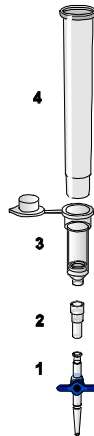

Abbildung 1. Zusammenbau der Komponenten des QIAamp DSP Virus Kit für die Vakuumverarbeitung von Proben
Stellen Sie sicher, dass die Säulenerweiterung (EXT), die QIAamp MinElute Säule, der VacConnector (VC) und das VacValve korrekt installiert sind (siehe Abbildung 1).
5. Zentrifugieren Sie das Lyseröhrchen (LT) ≥ 5 Sekunden lang bei voller Drehzahl, um Tropfen von der Unterseite des Deckels zu entfernen.
6. Wechseln Sie die Handschuhe und öffnen Sie das Lyseröhrchen (LT) vorsichtig.
7. Geben Sie 600 µl Ethanol (96–100 %) in das Lyseröhrchen (LT) und schließen Sie dann den Deckel des Röhrchens. Mischen Sie dann ≥ 15 Sekunden lang gründlich durch Vortexen in Impulsen. Inkubieren Sie 5 Minuten lang bei Raumtemperatur (15–25 °C).
8. Zentrifugieren Sie das Lyseröhrchen (LT) ≥ 5 Sekunden lang bei voller Drehzahl, um Tropfen von der Unterseite des Deckels zu entfernen.
9. Stecken Sie die QIAamp MinElute Säule auf den VacConnector (VC) des Vakuumsystems (siehe Abbildung 1, Seite 28). Stecken Sie eine Säulenerweiterung (EXT) in die offene QIAamp MinElute Säule.